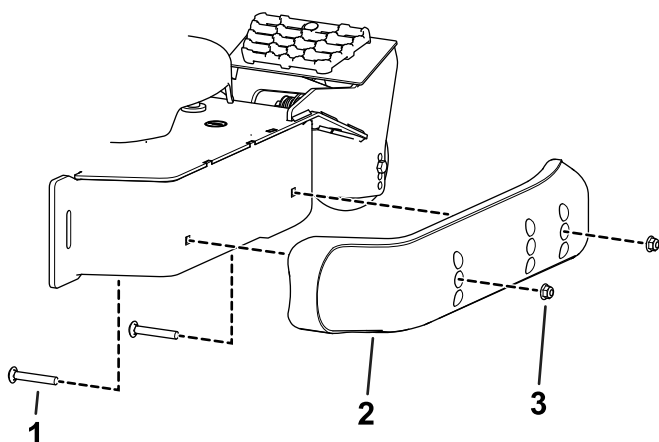

Bild 14
3. Bewegen Sie die Kufe in die gewünschte Position und sichern Sie diese mit Bundkopfschrauben und -muttern am Mähwerk (Bild 14).